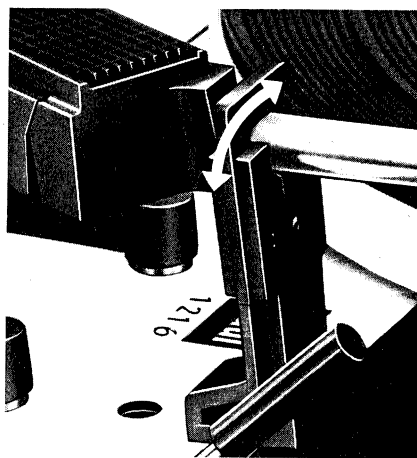

Fig. 7
Dann wählen Sie die erforderliche Plattenteller-Drehzahl (②), stellen die Drehtaste (⑬) auf den Schallplatten-Durchmesser (17, 25 oder 30 cm, bzw. 7, 10 oder 12") ein und entriegeln den Tonarm (Fig. 7).
Bemerkung: Nach dem Spielen der Schallplatte oder der letzten Platte eines Stapels erfolgt die Rückführung des Tonarmes und das Abschalten automatisch. Es empfiehlt sich, nach Spielende den Tonarm zu verriegeln (Fig. 7).